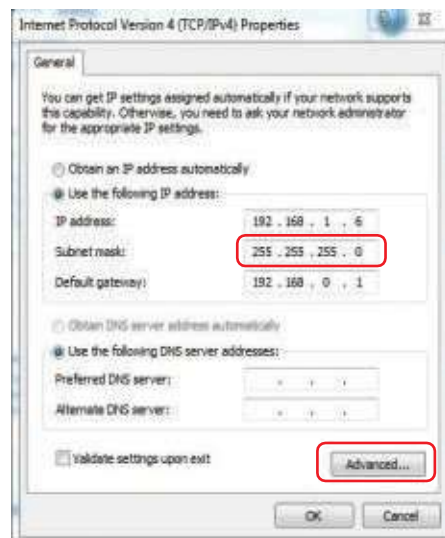

Fig. 6.7
- (1) Faceți clic pe “Advanced”, intrați la “Advanced TCP/IP settings” (vezi Fig. 6.7).